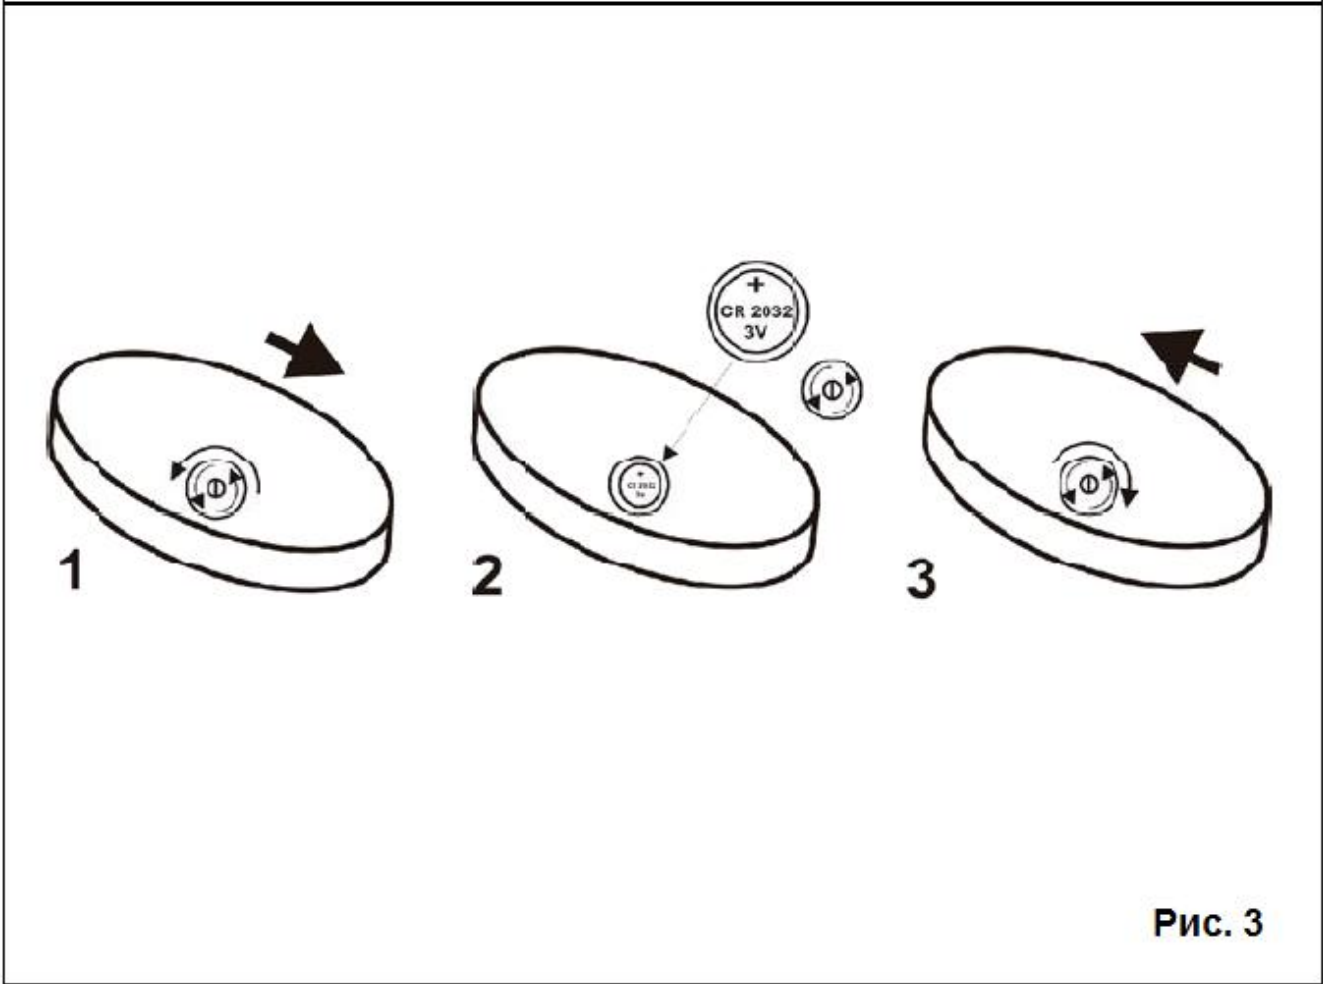

Рис. 3
1. Установите в пульт батарейку (входит в комплект) (рис. 3).